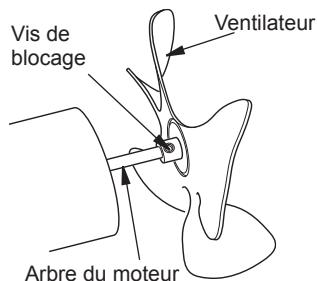

Figure 9 - Position du ventilateur, de l'arbre du moteur et des vis de blocage
**IMPORTANT:** Retirez le ventilateur de l'arbre du moteur avant de retirer ce dernier de l'appareil. Le poids du moteur sur le ventilateur pourrait fausser les pales (voir Figure 9).